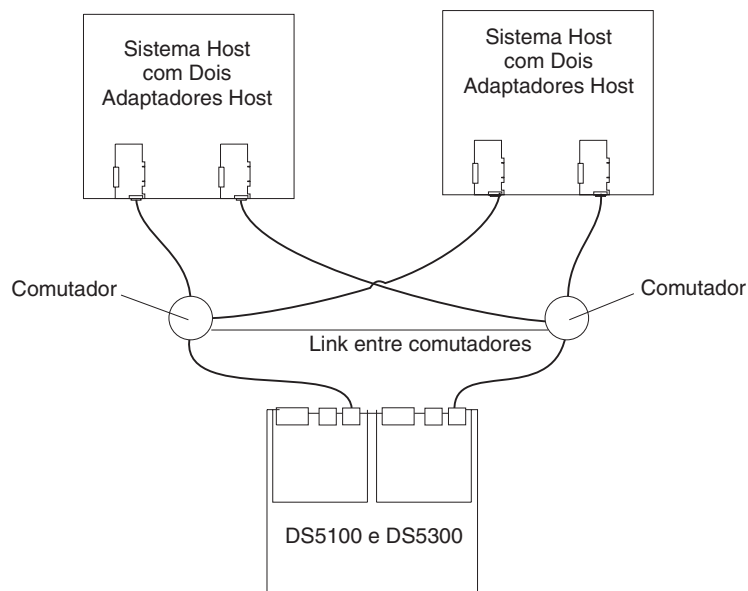

Figura 91. Exemplo de uma Configuração de Malha SAN Única
- Configuração de malha SAN simples, conforme mostrado na Figura 91 na página 144
A Figura 91 traz um exemplo de dois sistemas host com comutadores Fibre Channel conectados por um link de interconexão, formando uma única configuração de malha SAN.